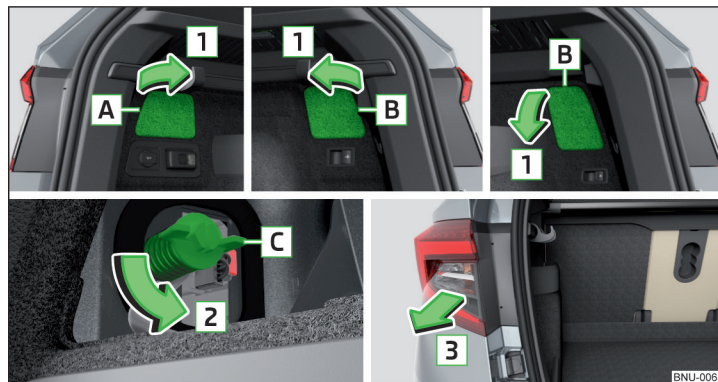

Fig. 352 Variante de deschidere a clapetei / demontarea lămpii
- Deschideți clapeta **A** sau **B** în sensul săgeții **1** » fig. 352. Variantele de deschidere a clapetei din partea dreaptă **B** sunt diferite, în funcție de echipare.
- Înșurubați șurubul **C** în sensul opus săgeții **2** » fig. 352.